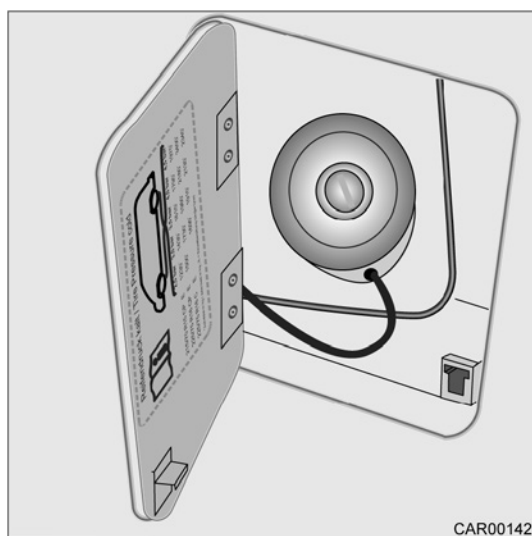

Fig. 223 Emplacement de l'autocollant
- Les pressions des pneus sont indiquées sur un autocollant (Fig. 223) apposé sur le véhicule.